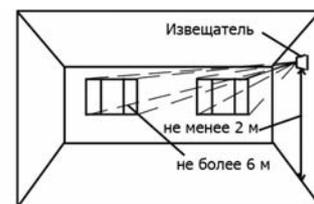

Рис.2. Установка извещателя на боковой стене
2. Утопив защелку (3), снимите основание корпуса (2).
3. Если используется дополнительный проводной шлейф сигнализации, удалите одну из заглушек (7) и заведите через отверстие подводящие провода охранного шлейфа, подключите их клеммам разъема ХТ1, предварительно удалив из них резистор.
4. Переведите «RGD» в режим добавления в радиосистему (см. раздел 6). Произведите добавление устройства в радиосистему, руководствуясь инструкцией на то устройство, с которым будет работать извещатель. Расстояние между извещателем и приёмным радиоканальным устройством должно быть не менее 1 м. Работа светового индикатора (5) при добавлении показана на рис.2 в разделе 7.